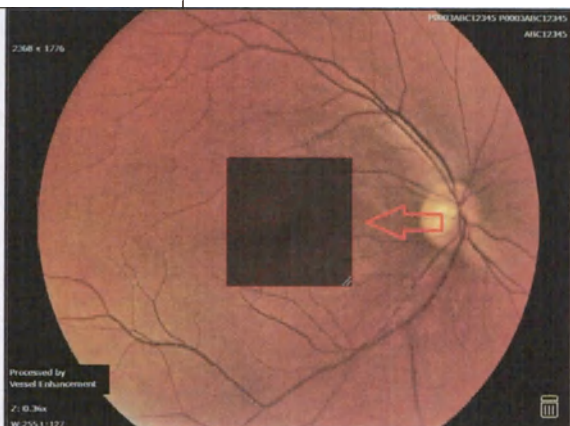

Рисунок 61. Текстовое окно.
- Появится текстовое окно аннотации (См. рис. 61)